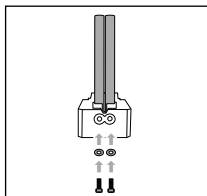

Fig. 3
- ◆ Disporre una rondella **13** nella rientranza di ciascun elemento guida lama A **9** e, con la chiave a brugola **15**, avvitare una vite **12** in ciascuna delle aste di guida **7** (vedere fig. 3).